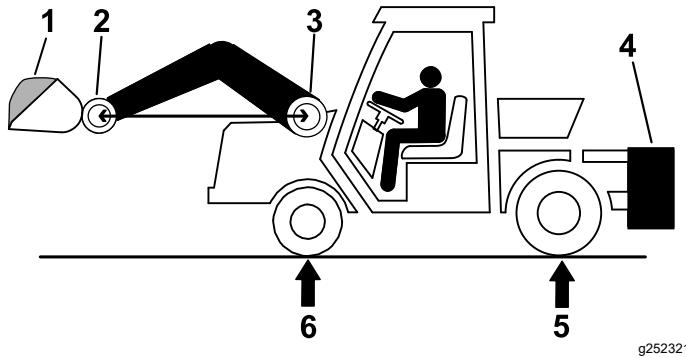

Figura 32
- Coloque una carga completa en el cucharón y eleve el cucharón a la posición más adelantada posible, como se muestra en la Figura 32.
- En una báscula, mida el peso bruto del vehículo (PBV) en los ejes delantero y trasero, con la cargadora elevada de manera que el pasador de giro del cucharón esté a la misma altura que el pasador de giro del brazo (Figura 32).
Nota: Si R es **menor** que el peso necesario en el eje trasero (PNET), no es necesario añadir lastre (Figura 32).